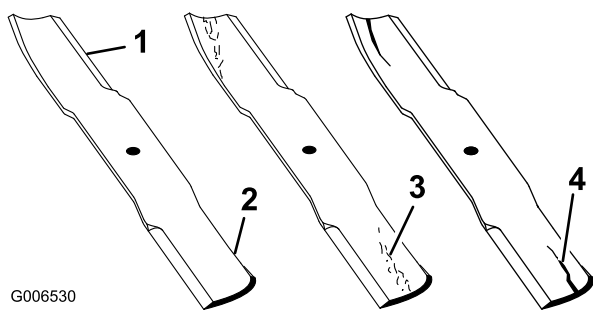

Figure 84
1. Examinez le tranchant des lames (Figure 84). Si les lames coupent mal ou présentent des indentations, déposez-les et aiguisiez-les (voir Aiguisage des lames).
2. Inspectez les lames, surtout la partie relevée. Remplacez immédiatement toute lame fendue, usée ou qui présente une entaille (Figure 84).